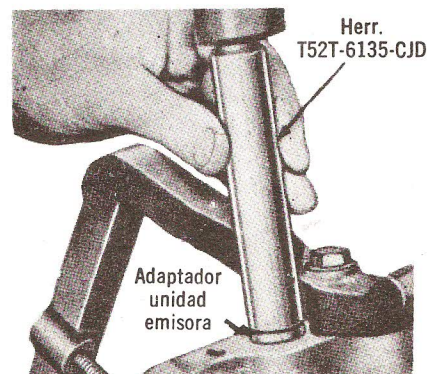

Fig. 19 — Instalación de Adaptador para Unidad Emisora. Típico
3. Instale el adaptador con la parte recortada hacia el interior de la culata. Empuje el adaptador con la parte recortada hacia el interior de la culata. Empuje el adaptador hasta que quede al ras con la superficie de la culata. (Fig. 19).